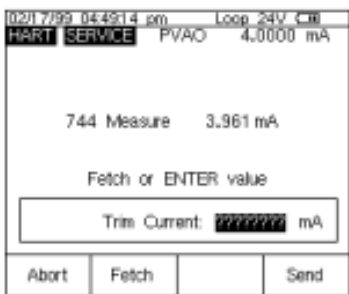

图23
5. 按 Adjust 软键, 选择 Output Trim, 并按 ENTER。主变量 (PVAO) 的数值就显示在屏幕的右上角 (图23)。这通常是一个 4mA 的信号。福禄克公司 744 正在测量的实时 mA 值出现在屏幕的中心位置。